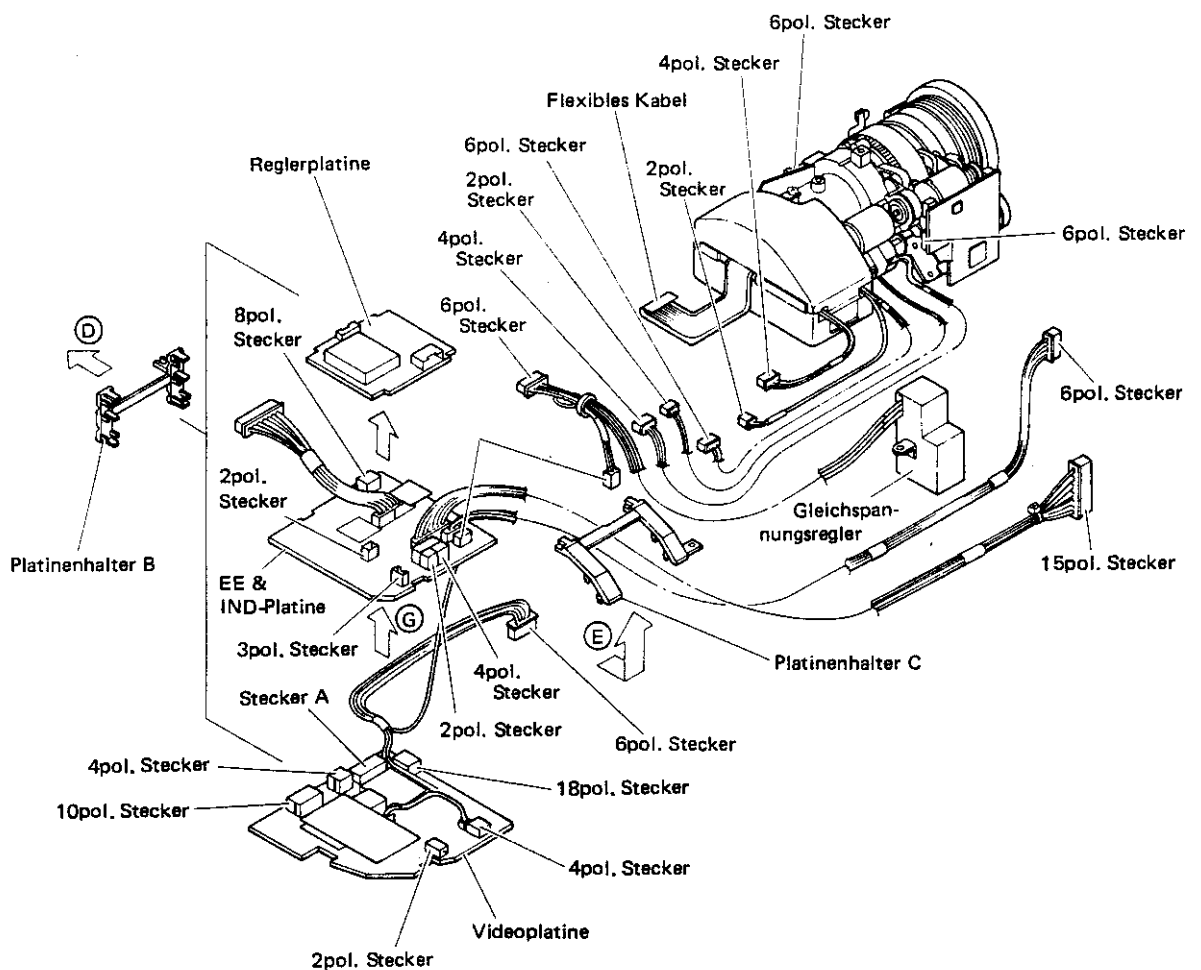

Abb. 1-2-3
1. Unter Bezugnahme auf Abb. 1-2-3 Stecker A abziehen. Platinenhalter B und C in Richtung D und E abziehen.